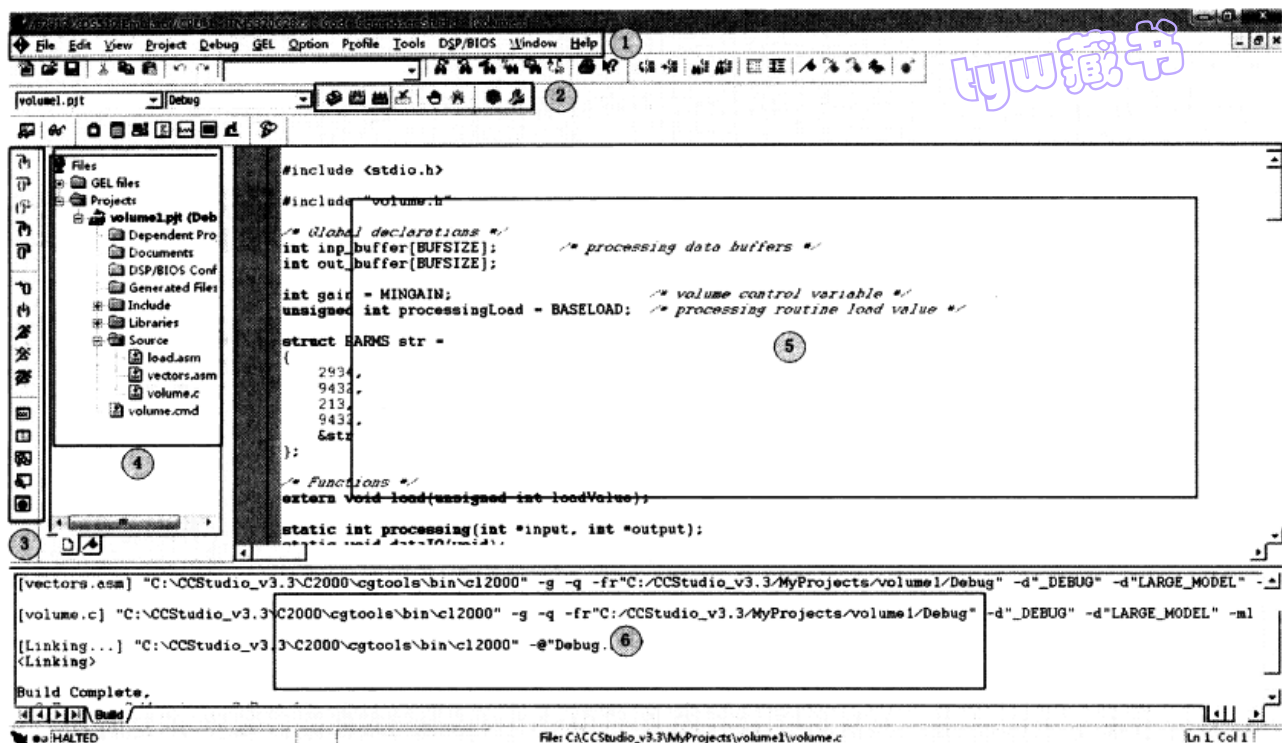

图 5-1 CCS3.3 的界面
双击桌面上的 CCS3.3 图标,启动 CCS3.3 软件,前提是已经根据前面的介绍,对 Setup Code Composer Studio v3.3 做了相应的配置。CCS3.3 开发环境的界面如图 5-1 所示,为了展示方便,图 5-1 中 CCS3.3 的界面是已经通过仿真器和 DSP 目标板链接成功,并且已经打开了一个工程时的界面。本节内容主要是来了解一下 CCS3.3 界面的布局与结构,下面进行详细的介绍。
图 5-1 中的①号框是 CCS3.3 的菜单栏,对 CCS3.3 进行的操作几乎都能在菜单栏内找到相应的命令,CCS3.3 所有的功能也都可以菜单栏中得以体现。和其他开发软件一样,为了方便用户使用,CCS3.3 将其常用的一些操作或者工具已经放到界面上来了。例如从上往下看,①号框和②号框之间是常用的与文件操作有关的工具栏,像新建、打开、保存文件,删除、复制、粘贴操作,撤销、重做、查找、替换等操作都被放在了在这个工具栏上,平常使用的时候就没有必要每次都要通过菜单栏里的命令来实现操作了。
当编辑完程序之后,就需要对代码进行编译来生成可执行文件。当然,完全可以通过 Project 菜单下面的 Compile File、Build、Rebuild All 等命令来进行操作,不过 CCS3.3 也贴心地为大家提供了便捷的工具栏,就是图 5-1 中②号框所示的编译工具栏。
工程编译成功,然后将可执行代码.out 文件下载到目标板上的 DSP 后,就要开始调试程序了。调试时经常会用到运行、停止、单步调试等操作,这时候,就需要用到图 5-1 中③号框所示的调试工具栏。
④号框所示的是项目管理窗口,在进行软件开发时通常得新建或者打开工程,这个窗口内显示的就是已经被打开的工程,对与工程相关的文件进行查看、添加、打开、移除等操作时,都